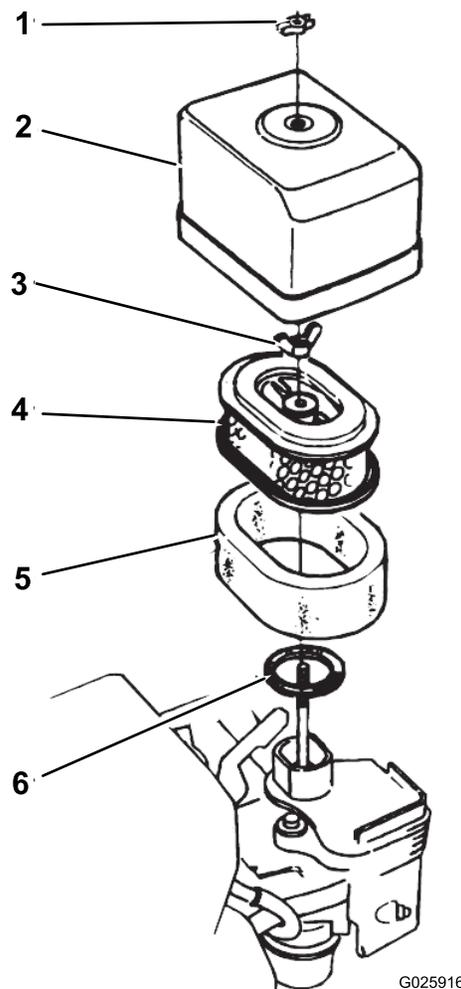

Bild 29
2. Nehmen Sie die Flügelmutter ab, mit der die Luftfilterabdeckung am Luftfilter befestigt ist. Nehmen Sie dann die Abdeckung ab (Bild 29).
4. Nehmen Sie die Flügelmutter vom Luftfilter ab und nehmen Sie den Filter heraus (Bild 29).
5. Nehmen Sie den Schaumfilter aus dem Papierfilter (Bild 29).